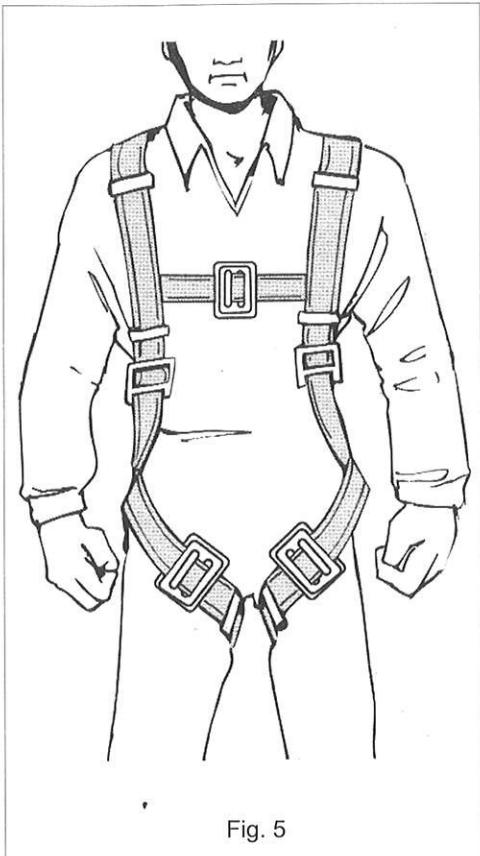

Fig. 5
5. Regolare tutte le fibbie metalliche tirando le estremità libere delle cinghie fino a quando il gruppo cinghie è ben adattato al corpo, ma senza limitare i movimenti. Fig. 5
3. Regule la longitud del componente de sujeción (fig.5)